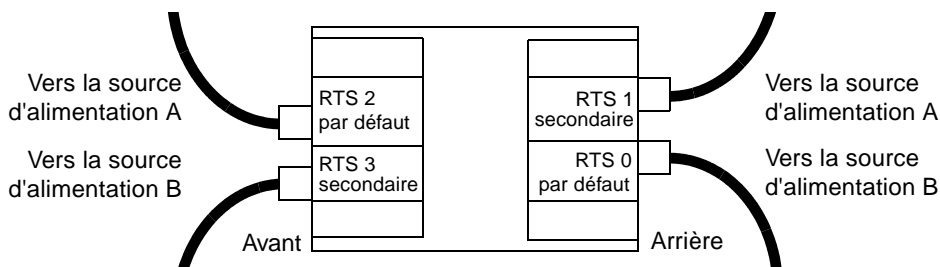

FIGURE 2-8 Deux sources d'alimentation en CA indépendantes
- Dans une configuration avec deux sources d'alimentation en CA indépendantes, vous devrez connecter quatre câbles : deux à l'avant et deux à l'arrière du système (FIGURE 2-8).